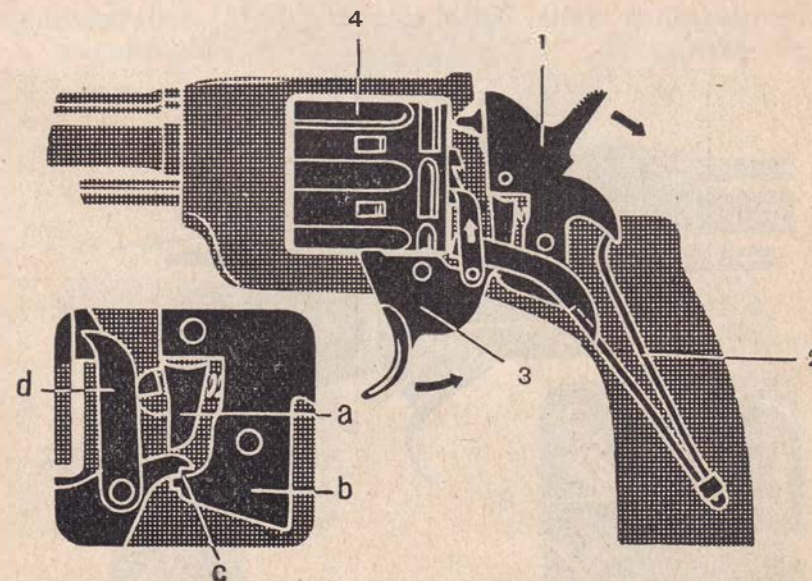

Fig. 6
(aux fig. 6—10)
(Fig. 6, 7 et 8)
La Fig. 6 montre l'appareil de percussion et de détente désassuré, et désarmé. La porte de charge est fermée. Le ressort de percussion (2) appuie sur la partie postérieure de la détente (3), au-dessus du cran, de sorte que le tenon antérieur de la détente pénètre dans l'une des encoches du barillet (4) et le bloque.
Pour que le mécanisme puisse fonctionner de nouveau et que le coup suivant puisse partir, il faut relâcher la détente. A ce moment, grâce au ressort de percussion, le bec de la détente (c) glisse le long de la gâchette (a) et s'engage entre celle-ci et la partie inférieure du chien (b). La partie inférieure du ressort de percussion repousse le chien suffisamment en arrière pour que la pointe du percuteur ne touche pas le culot de la cartouche (voir Fig. 6). Le pousseur (d) glisse et s'engage dans l'encoche suivante de la roue à rochet.
(Fig. 6, 8 et 9)
La Fig. 6 montre le revolver désassuré et désarmé.